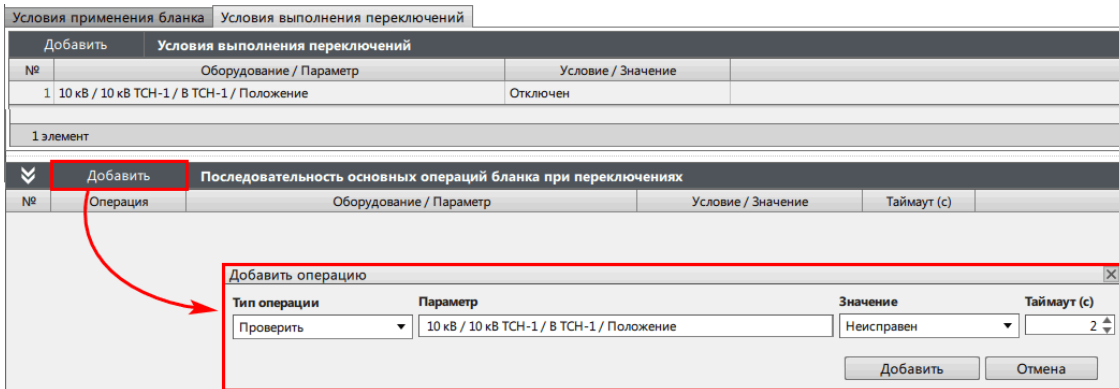

Рисунок 132 - Добавление основных операций переключений
7. Добавьте основные операции переключений (Рисунок 132). Подробнее о типах добавочных операций смотрите в разделе Типы операций.